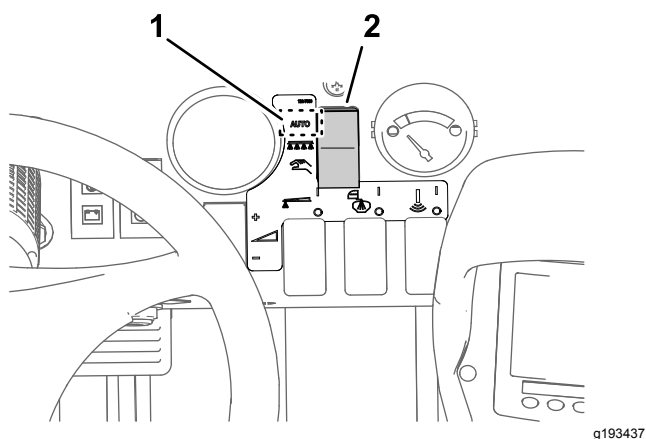

Figure 29
3. Placez le secteur de mode du pulvérisateur en position Mode débit d'application (Figure 29).